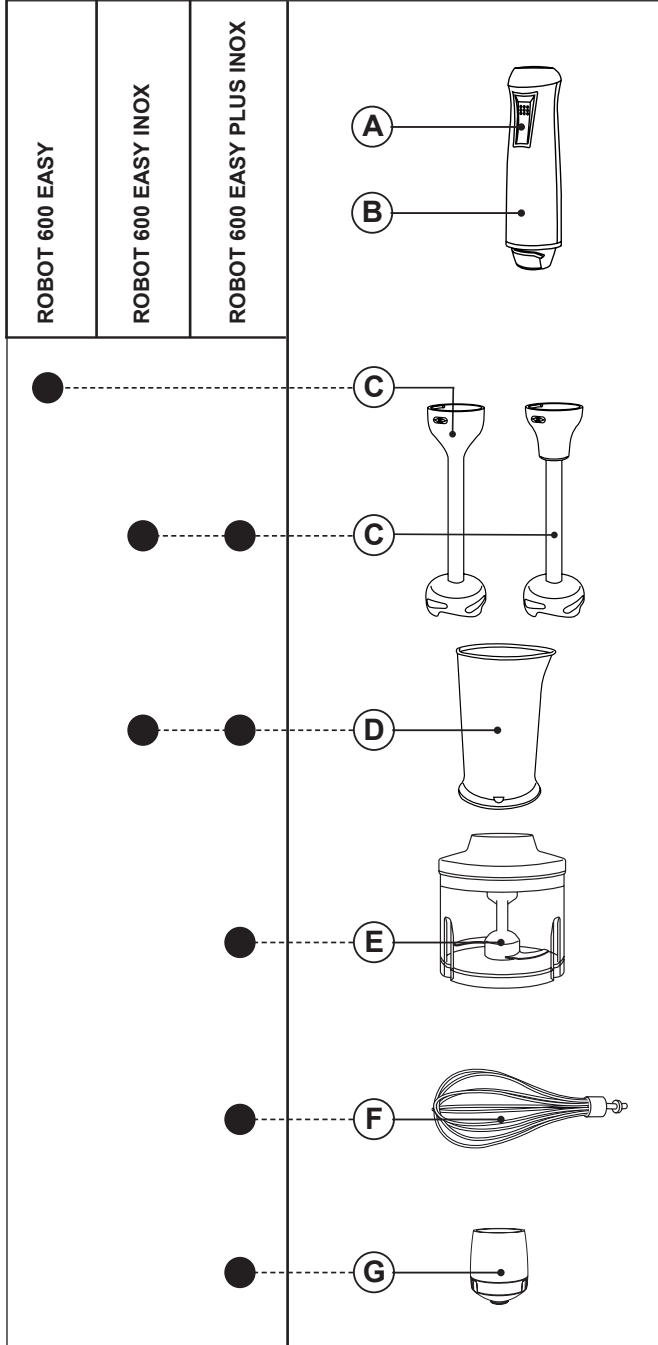

Fig.1
- Respetar la indicación de nivel MAX (Fig.1).